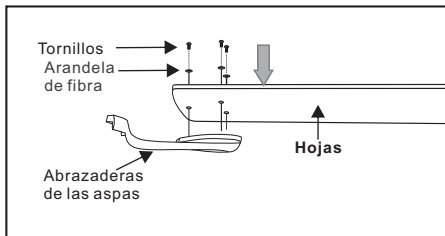

Figura 15
1. A fije las aspas del ventilador a las abrazaderas de aspas usando los tres tornillos y arandelas de fibra, como se muestra en la Figura 15. Iniciar un tornillo en el soporte de la hoja, no apriete. Repita el procedimiento para los 2 tornillos restantes y arandelas.